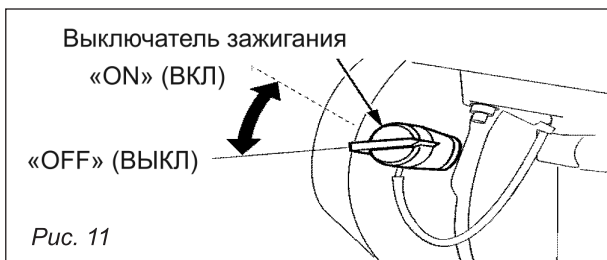

Рис. 11
Выключатель расположен на корпусе двигателя. Предназначен для отключения подачи напряжения на свечу зажигания (рис. 11).
3. Переведите выключатель в положение «ON» (рис. 11).